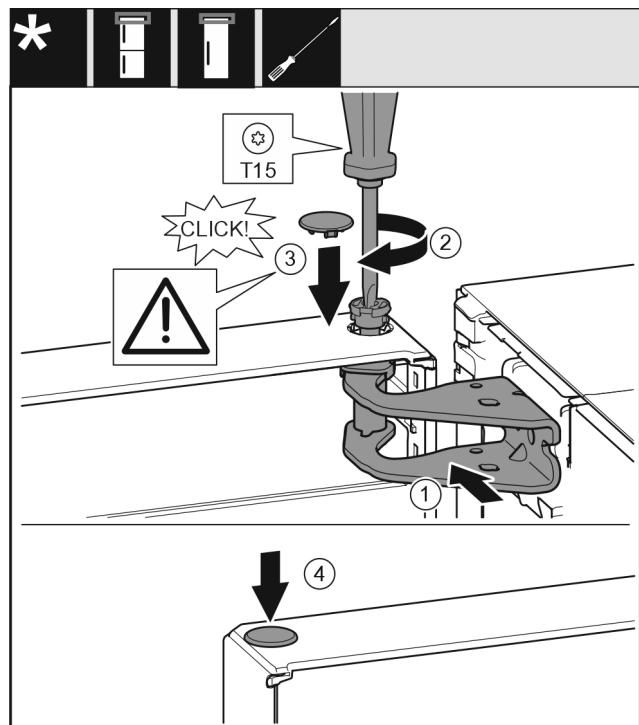

Fig. 19
- Регулирайте вратата горе спрямо отвора в лагерната стойка. Fig. 19 (1)
- Поставете болта и затегнете здраво с отвертка T15. Fig. 19 (2)
- Монтаж на предпазния капак за осигуряване на вратата: Поставете предпазния капак и проверете дали той е допрян до вратата. В противен случай поставете изцяло болта. Fig. 19 (3)
- Поставете тапата. Fig. 19 (4)